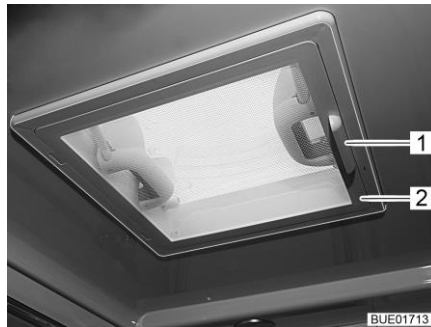

Fig. 104 Lanterneau à pousoirs
- Faire pivoter la moustiquaire (Fig. 104,2) vers le bas en la maintenant par la poignée (Fig. 104,1).